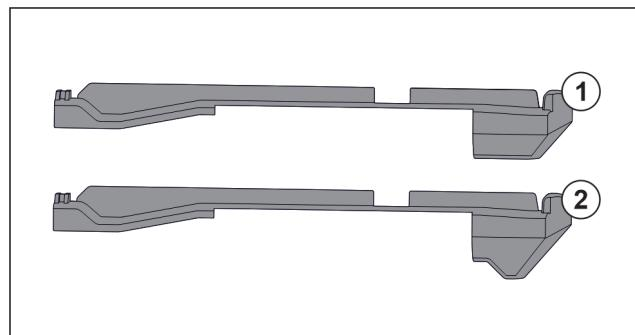

Fig. 78 Primerjava natičnih nastavkov
V napravi sta dva različna natična nastavka. Natični nastavek nad povsem spodnjim predalom Fig. 78 (2) ima trikotni rob. Vsi ostali natični nastavki Fig. 78 (1) imajo raven rob.
- ▶ Natični nastavek Fig. 78 (2) s trikotnim robom namestite nad povsem spodnjim predalom.
- ▶ Natični nastavek Fig. 78 (1) z ravним robom namestite na vsa preostala mesta.